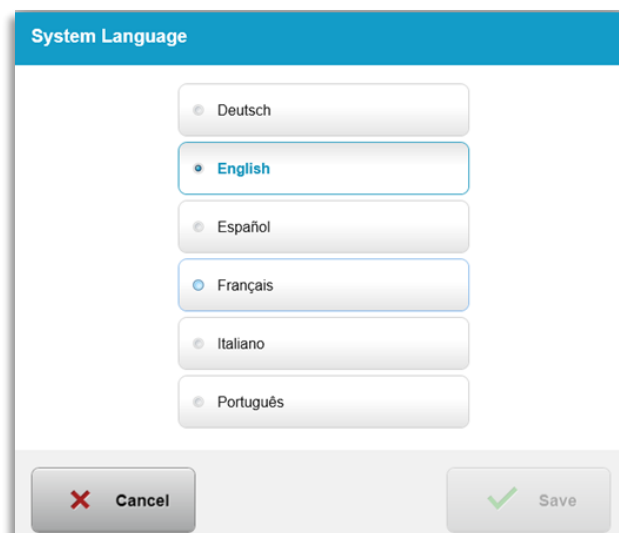

Figura 3-56. Editar idioma de sistema
- Selecione o idioma desejado a partir do menu como mostrado na figura 3-56.